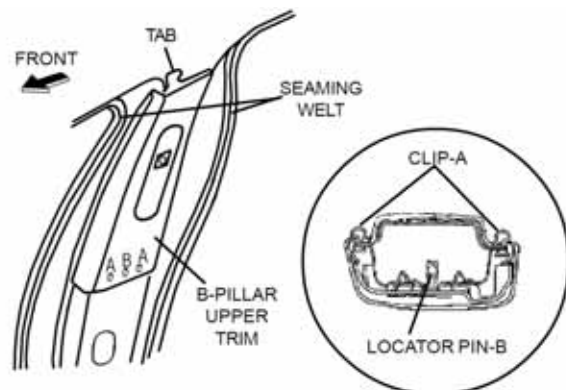

FIGURE 38
- 2.) PULL THE B-PILLAR UPPER TRIM OUTWARD AND DETACH CLIPS A AND LOCATOR PIN B. (SEE FIGURE 38)
- 3.) DETACH THE TAB FROM THE BODY AND REMOVE THE B-PILLAR UPPER TRIM. (SEE FIGURE 38)